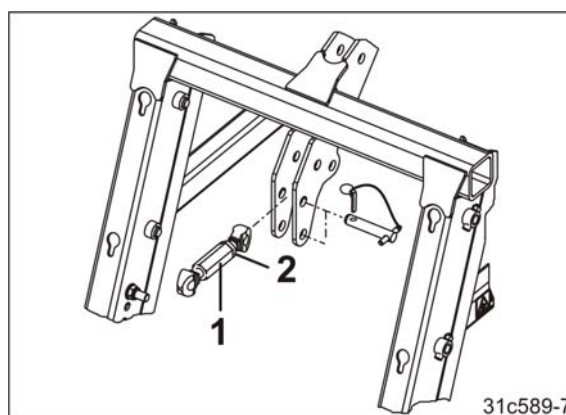

Рис. 109
8. Закрепите верхнюю тягу (Рис. 109/1) в верхнем шарнирном соединении (кат. II) сеялки.
10. Выровняйте сеялку, удлиняя или укорачивая верхнюю тягу. Зафиксируйте положение верхней тяги контргайкой (Рис. 109/2).